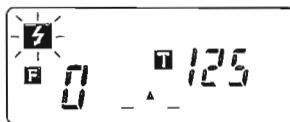

図25
- ③ 測定ボタンを押して離しますと、**125**マークが点滅し測定待機状態になります。(図25) この状態は約90秒間継続されます。